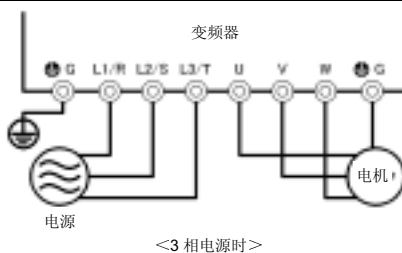

图 4.1 主电路端子的连接图
- (1) 主电源输入端子 (L1/R、L2/S、L3/T)、变频器输出端子 (U、V、W) 以及变频器接地端子 (zG) 是否正确连接。(参照图 4.1)